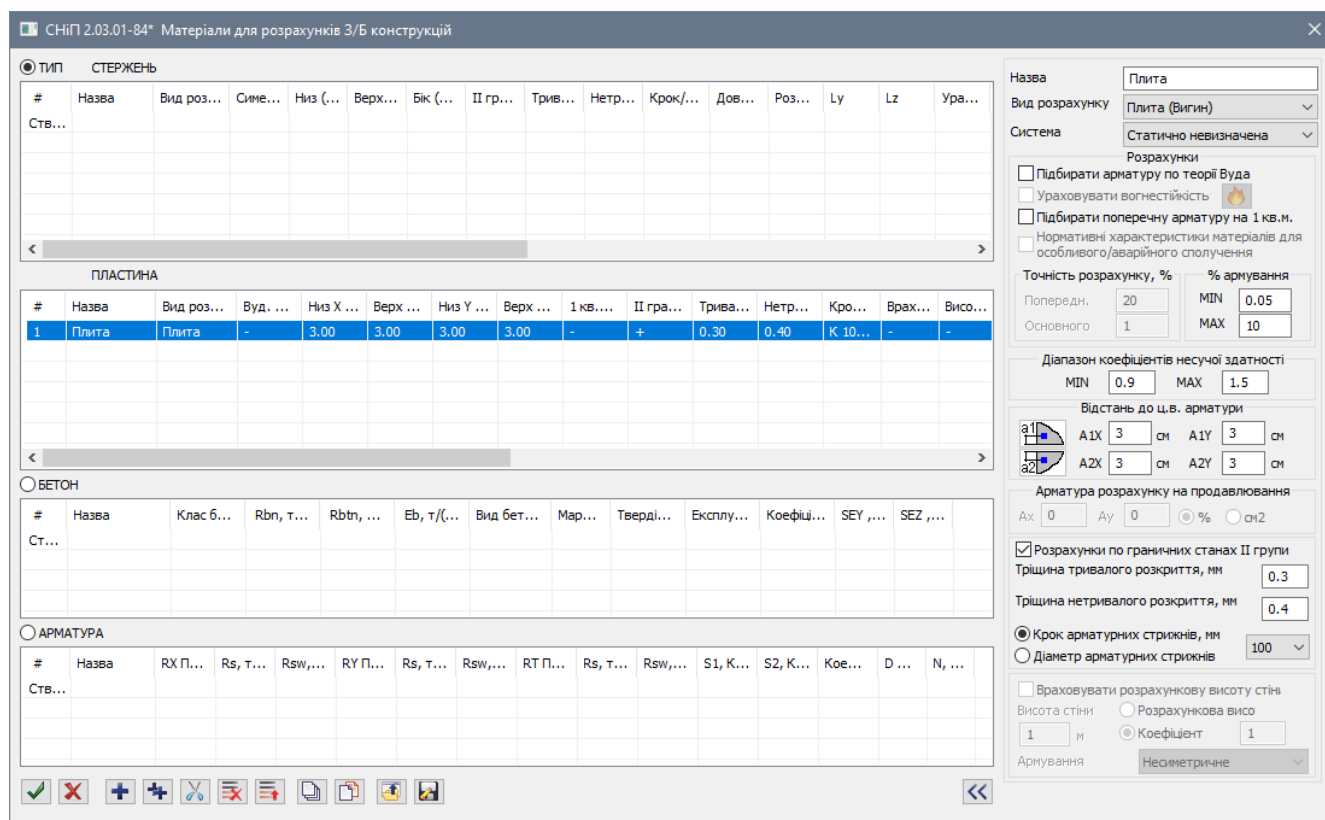

Рис. 2.11. Діалогове вікно Матеріали для розрахунку З/Б конструкцій (для пластин)
- На екран виводиться діалогове вікно **Матеріали для розрахунків З/Б конструкцій** (рис. 2.11), в якому виберіть перший рядок в списку **ТИП: ПЛАСТИНА** і після цього в правій частині вікна задайте наступні параметри для пластинчатих елементів: